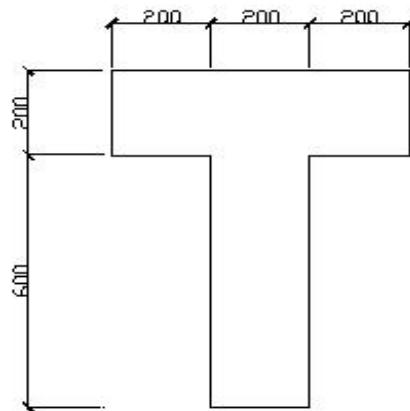
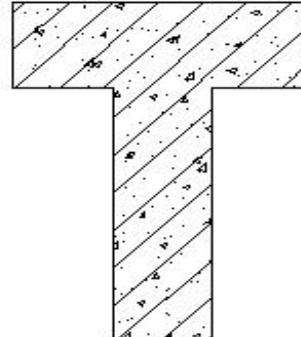

图 4-10 需要填充图案的钢筋混凝土梁
图 4-11 填充后的钢筋混凝土梁
2、为图 4-10 所示的钢筋混凝土梁填充图案，填充图案为 ANSI31 和 AR-CONC，比例分别为 20 和 0.75，填充效果如图 4-11 所示。